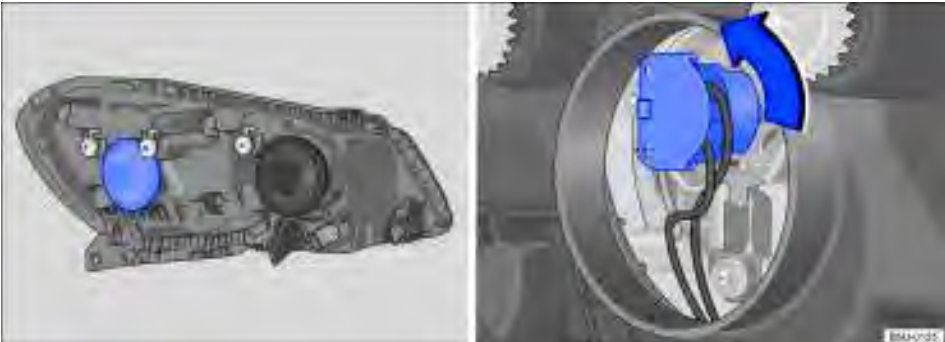

Fig. 177 No compartimento do motor (variante 1): localização e soquete da lâmpada incandescente do farol baixo.
3.	Remover a cobertura de borracha na parte traseira do farol ⇒ Fig. 177.